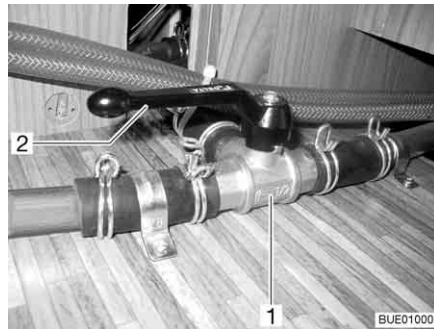

Bild 194 3-vägsventil
- Ställ spaken (Bild 194,2) till 3-vägsventilen (Bild 194,1) parallellt med den raka genomflödesriktningen (Bild 194).
- Ställ spaken (Bild 194,2) till 3-vägsventilen (Bild 194,1) tvärs mot den raka genomflödesriktningen.